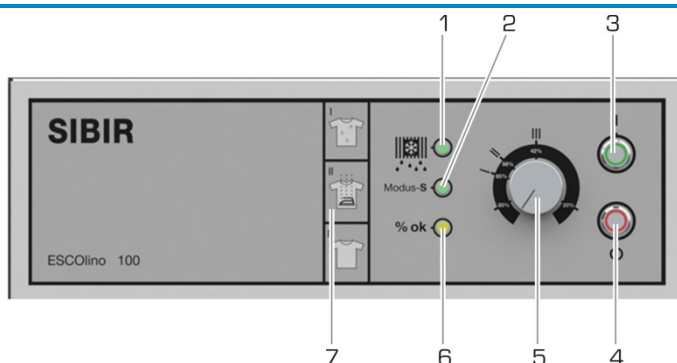

Fig. 5 : Tableau de commande
- Elle transmet le signal pour dégivrer à l'électronique de dégivrage DryLogic, qui analyse le besoin de dégivrage et démarre automatiquement le processus de dégivrage. Pendant le processus de dégivrage, le compresseur continue à fonctionner alors que le ventilateur est arrêté. La lampe de dégivrage verte (Fig. 5) est éclairée
Dans le Mode E, le sèche-linge se déclenche complètement lorsque l'humidité réglée est atteinte et ne redémarre pas automatiquement. Le processus de séchage est considéré comme terminé. Le linge peut alors être retiré et du nouveau linge étendu. Ce n'est que lorsque le déshumidificateur est redémarré avec l'interrupteur Marche (Fig. 5) que le processus de séchage recommence.
L'humidité réglée sur l'hygrostat est atteinte. La lampe jaune (Fig. 5) est éclairée.	Mode S : le sèche-linge se remet automatiquement en marche dès que l'humidité réglée est dépassée. Mode-E : le sèche-linge demeure hors circuit et doit être redémarré manuellement avec l'interrupteur Marche (Fig. 5) pour une nouvelle opération de séchage.
Les lampes de signalisation (Fig. 5) sont défectueuses.	Faites remplacer les lampes de contrôle par une entreprise spécialisée.
1. Désactivez votre sèche-linge avec l'interrupteur Arrêt (Fig. 5).